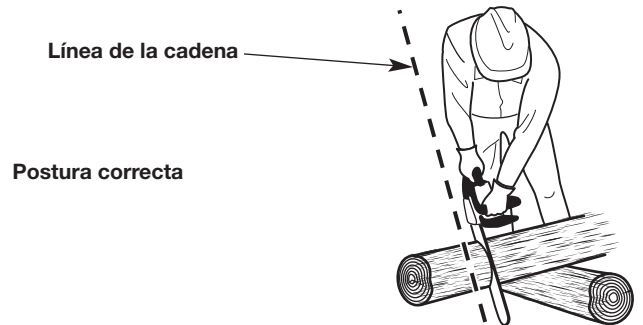
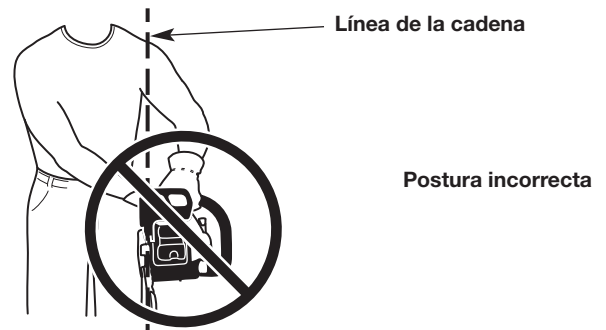

Fig. 5
Fig. 6
- Utilice estos lugares para las manos independientemente de que el operador sea diestro o zurdo. Esto ayudará a mantener al operador levemente hacia la izquierda de la unidad y fuera de la línea directa de la sierra en caso de que se produzca un retroceso (Fig. 5 y Fig. 6).